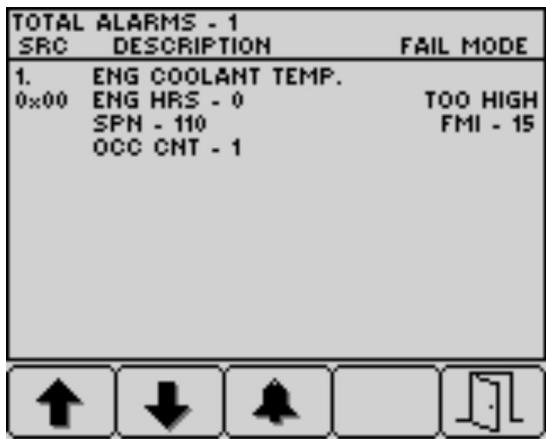

Figura 36
4. Pulse el botón 5 para salir de la lista de fallos activos y regresar a la pantalla de inicio (Figura 36).
- Pulse el botón 5 para salir de la lista de fallos activos y regresar a la pantalla principal; consulte la Figura 36 en Notificaciones del motor (página 35).